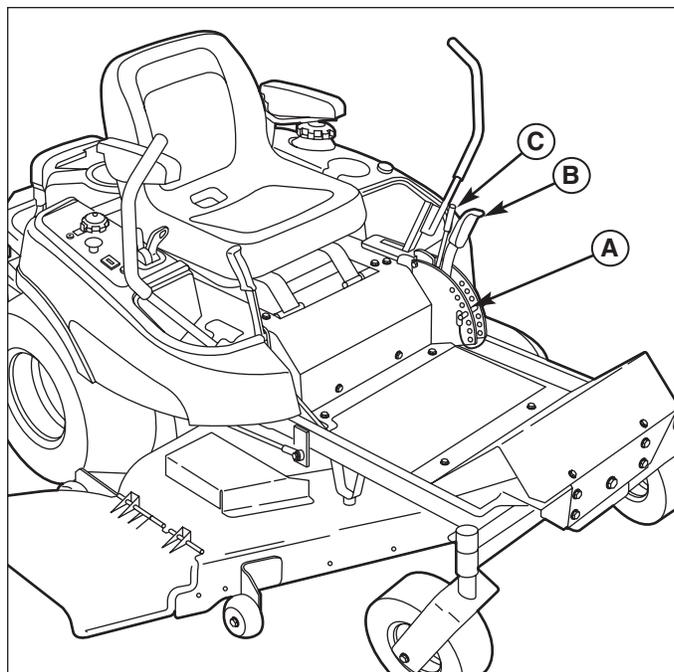

Figure 22. Réglage de la hauteur de coupe
La goupille de réglage de la hauteur de coupe (A, Figure 22) contrôle la hauteur de coupe de la tondeuse. La hauteur de coupe peut être réglée entre 3,8 et 11,4 cm. Pour bloquer les commandes en position de transport, tirez le levier complètement vers l'arrière.
1. Tirez complètement le levier de réglage vers l'arrière (B, Figure 22) jusqu'à ce qu'il se bloque en position de transport.
2. Enlevez la goupille de réglage de la hauteur de coupe (A) et insérez-la dans le trou souhaité.
3. Tirez le levier de réglage vers l'arrière (B), appuyez sur le petit levier de déclenchement de transport (C), et attendez que le levier se déplace vers l'avant jusqu'à ce qu'il soit supporté par la goupille de réglage de hauteur de coupe (A).